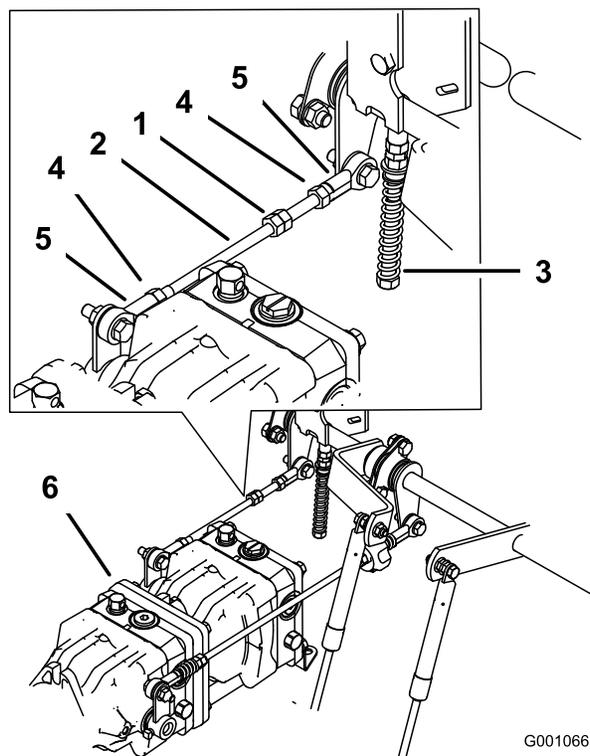

Figura 79
1. Desaperte as porcas de bloqueio nas rótulas na barra de controlo da bomba (Figura 79).
3. Ajuste o comprimento da barra da bomba rodando as porcas duplas na barra, na direcção adequada, até que a roda fique parada ou a rodar ligeiramente para trás (Figura 79).
6. Aperte as porcas de bloqueio nas rótulas esféricas (Figura 79).